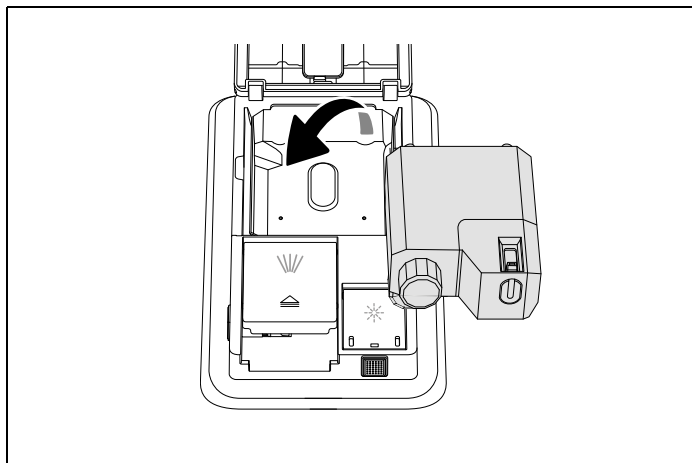

Fig. 69
- Installare il flacone di ricarica o un nuovo flacone come Fig. 69 .